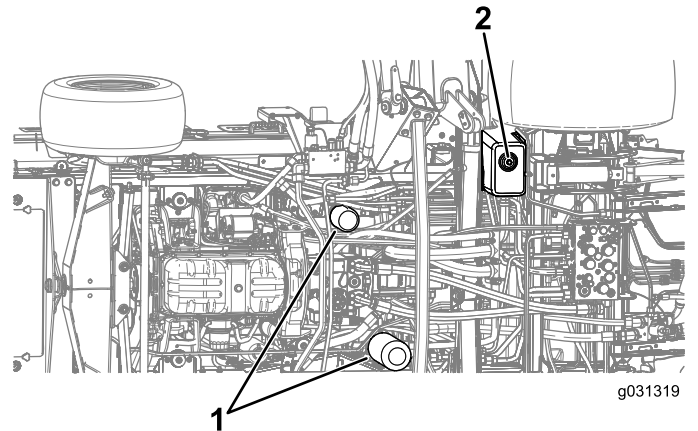

Figura 129
4. Retire o tampão de drenagem de baixo do depósito e deixe o fluido hidráulico escorrer para o recipiente (Figura 129).
7. Coloque um recipiente de escoamento debaixo do filtro e retire o filtro (Figura 129).